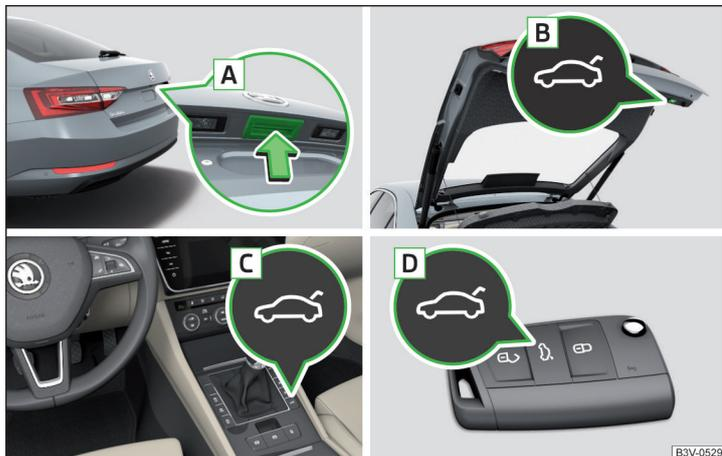

Abb. 52 Klappenbedienung
- ▶ Durch das Drücken des Griffs **A** » Abb. 52.
- ▶ Durch das Drücken der Taste **B** » Abb. 52.
- Die Taste **A** » Abb. 52 wird beim Anfahren bzw. ab einer Geschwindigkeit von mehr als 5 km/h deaktiviert. Nach dem Anhalten und Öffnen einer Tür wird die Taste wieder aktiviert.
- Die Taste **B** » Abb. 52 auf Seite 65 gedrückt halten, bis ein akustisches Signal ertönt.
Die Klappe reagiert nicht auf ein Öffnungssignal	Entfernen eines eventuellen Hindernisses (z. B. Schnee), erneutes Öffnen der Klappe » Seite 65 Drücken des Griffs A » Abb. 52 auf Seite 65 und Ziehen der Klappe nach oben